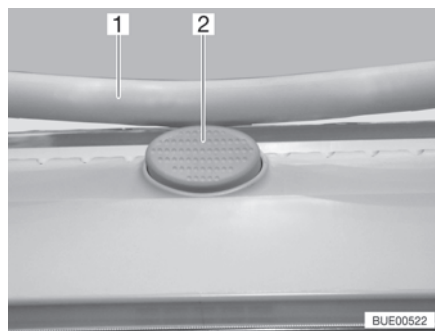

Fig. 79 Bottone di sicurezza sull'oblò Heki
- Premere il bottone di sicurezza (Fig. 79,2) e tirare verso il basso la staffa (Fig. 79,1) con entrambe le mani.
- Premere la staffa verso l'alto con ambedue le mani, finché la staffa non poggia al di sopra del bottone di sicurezza (Fig. 79,2).